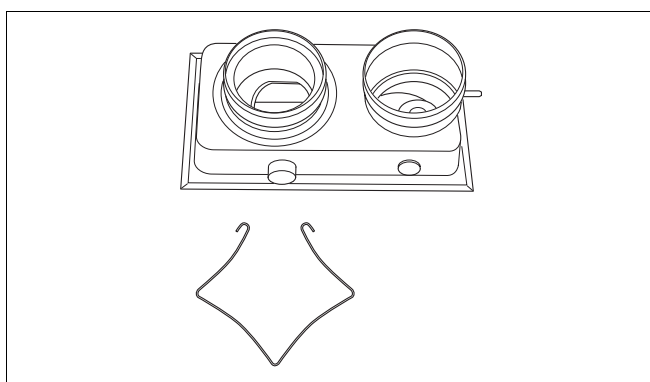
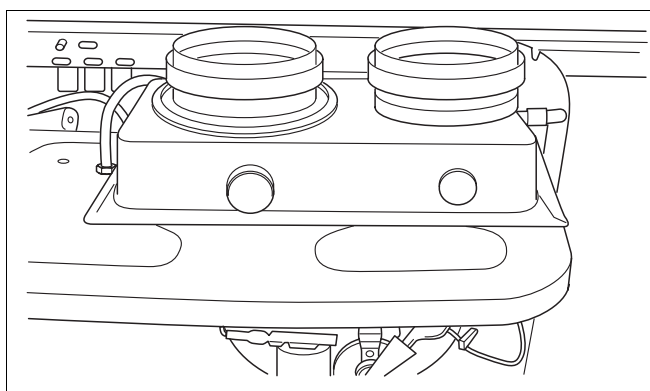

Abb. 9 Abgasanschlusstück für parallele Luft- / Abgasführung (Zubehör)
Abb. 10 Paralleler Luft-/Abgasanschluss
- Verbrennungskammer öffnen. Abgasanschlusstück für parallele Luft-/Abgasführung (Zubehör) auf das Gerät aufsetzen und mit der Klammer an der Innenseite des Gerätes befestigen (siehe Abb. 9 und Abb. 10). Die Klammer wird dabei von unten in die Nut des Abgassystems geschoben.